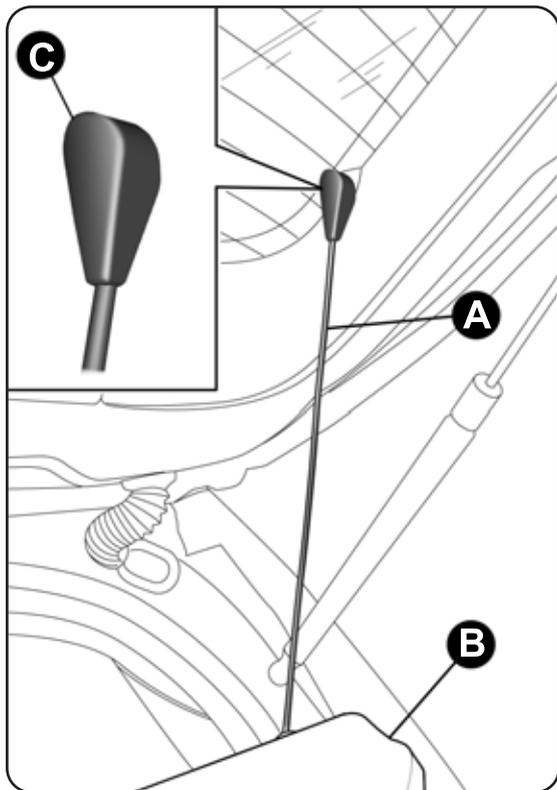

fig. 72
- libera le estremità dei due tiranti A-fig. 72 di sostegno della cappelliera B sfilando gli occhielli C dai perni di sostegno;